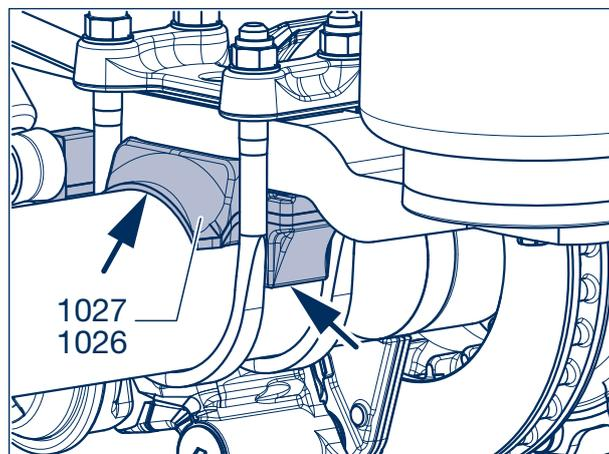

Figure 4
- [8] Poser les nouveaux patins de fixation (1026, 1027) sur le corps d'essieu, le trou fileté dirigé vers le centre de l'essieu. Une fois l'essieu démonté remonté, les patins de fixations peuvent être positionnés à l'intérieur des marquages (figure 4).
- [9] Placer l'essieu sur le cric rouleur (chariot élévateur) pour éviter tout risque d'accident, le glisser sous le châssis et le soulever jusqu'à ce que l'arête supérieure du corps d'essieu atteigne la cote (A) mesurée lors de l'étape [1].